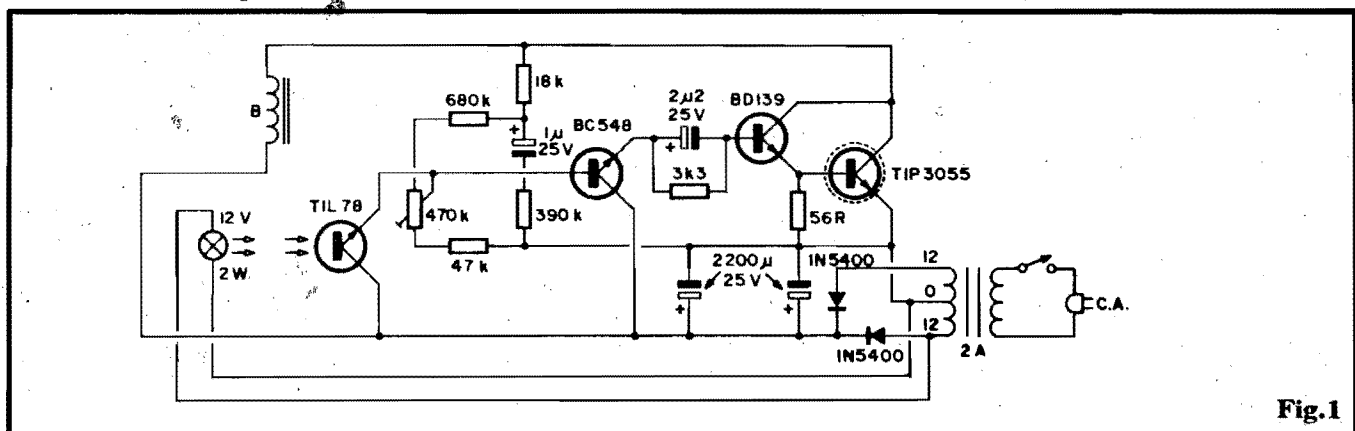

Fig.1
**- FIG. 1 - O CIRCUITO DA MAG**